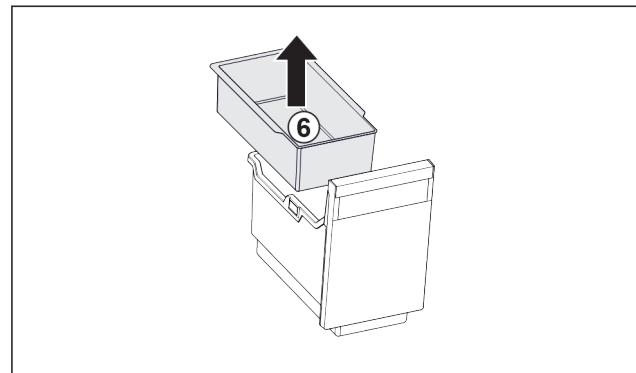

Fig. 105
- Extrageți tava suspendată Fig. 105 (6).